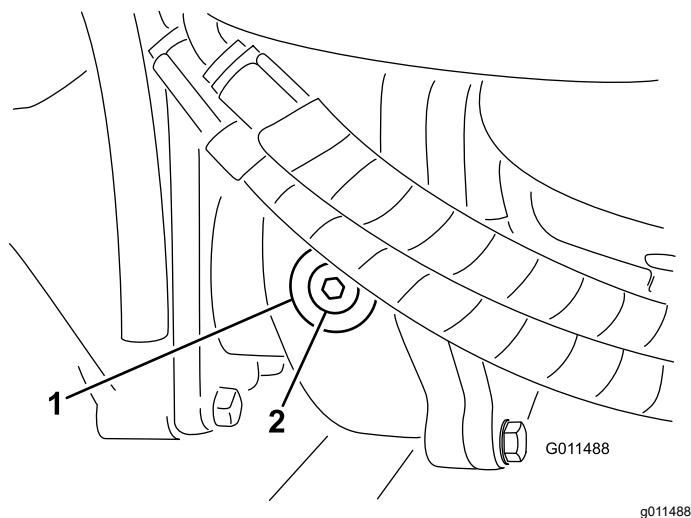

Bild 81
2. Entfernen Sie die Prüf-/Füllschraube an der linken Getriebeseite und stellen sicher, dass das Öl die Unterseite des Lochs erreicht (**Bild 81**).